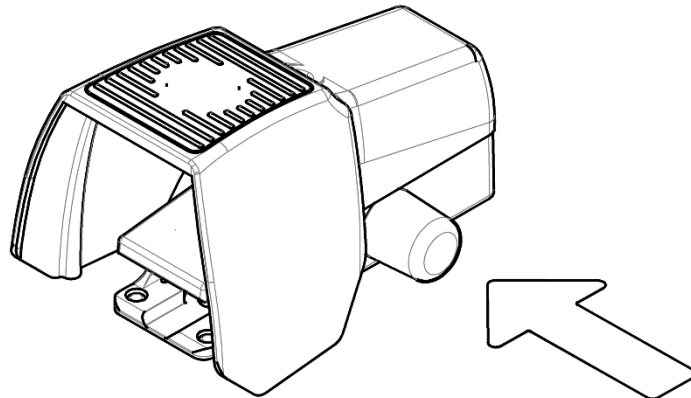

Bild 3: Upplåsning av fotmanöverdonet
- Om ett nödstopp aktiverats via fotmanöverdonet: frikoppla fotmanöverdonet genom att trycka in den blå silikontätningen på sidan av fotmanöverdonet (jfr. Bild 3).